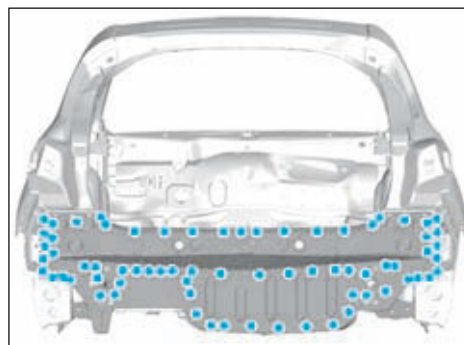

FIG.159
- Dépointer les points de soudure (Fig159).